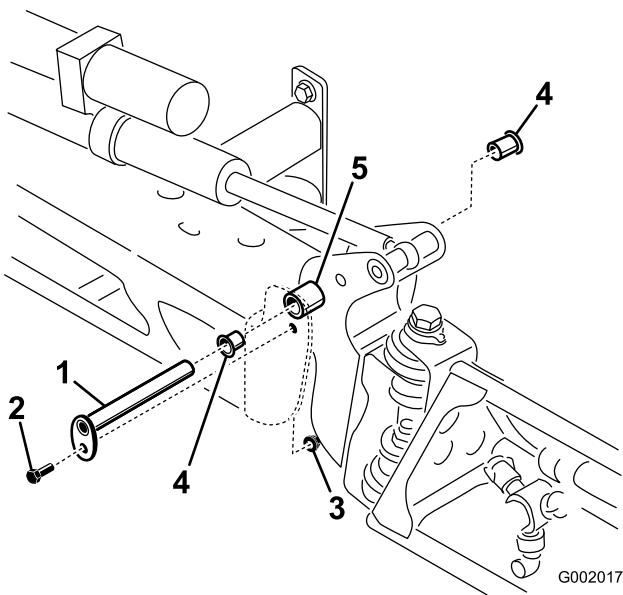

図 75
- ブームを支えておきながら、ピボット・ピンをブーム・アセンブリに固定しているボルトとナットを取り外す(図 75)。ピボット・ピンを取り外す。
5. ナイロン・ブッシュを取り外し、ピボット・ブラケットの前面および後面側から見て点検する(図 75)。磨耗したり破損したりしている場合は交換する。
7. センター・フレームにブーム&ピボット・ブラケット・アセンブリを取り付け、開口部を整列させる(図 75)。